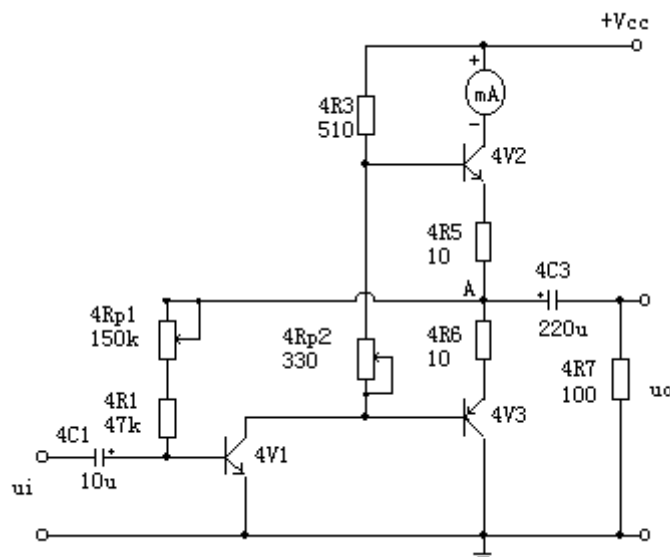

图 6-1 OTL 功率放大器
无输出变压器低频功率放大器，是一种“OTL”型功率放大器，OTL 电路如图 6-1 所示。
(1) 按图 6-1 接线，检查无误后，接通电源。
(2) 调试、测试电路静态工作点